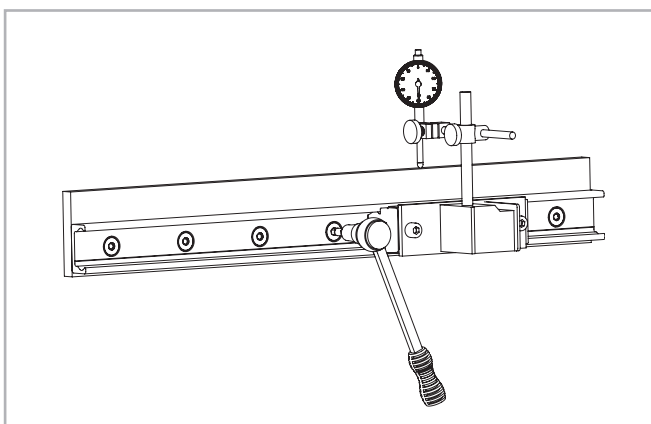

Рис. 105
(2) установить на каретку измерительный прибор, позволяющий определить расстояние между направляющей и опорной линией на несущей поверхности. Переместить каретку в среднюю часть направляющей, обнулить показания прибора. Далее, перемещая каретку по длине направляющей, выставить последнюю по положению таким образом, чтобы прибор показывал "0" по всей длине направляющей. Затем несколько раз попеременно перемещать каретку в пределах двух промежутков между тремя наиболее близкими к середине направляющей крепёжными винтами. Убедившись, что прибор показывает "0", затянуть эти винты заданным усилием (см. Рис. 105);